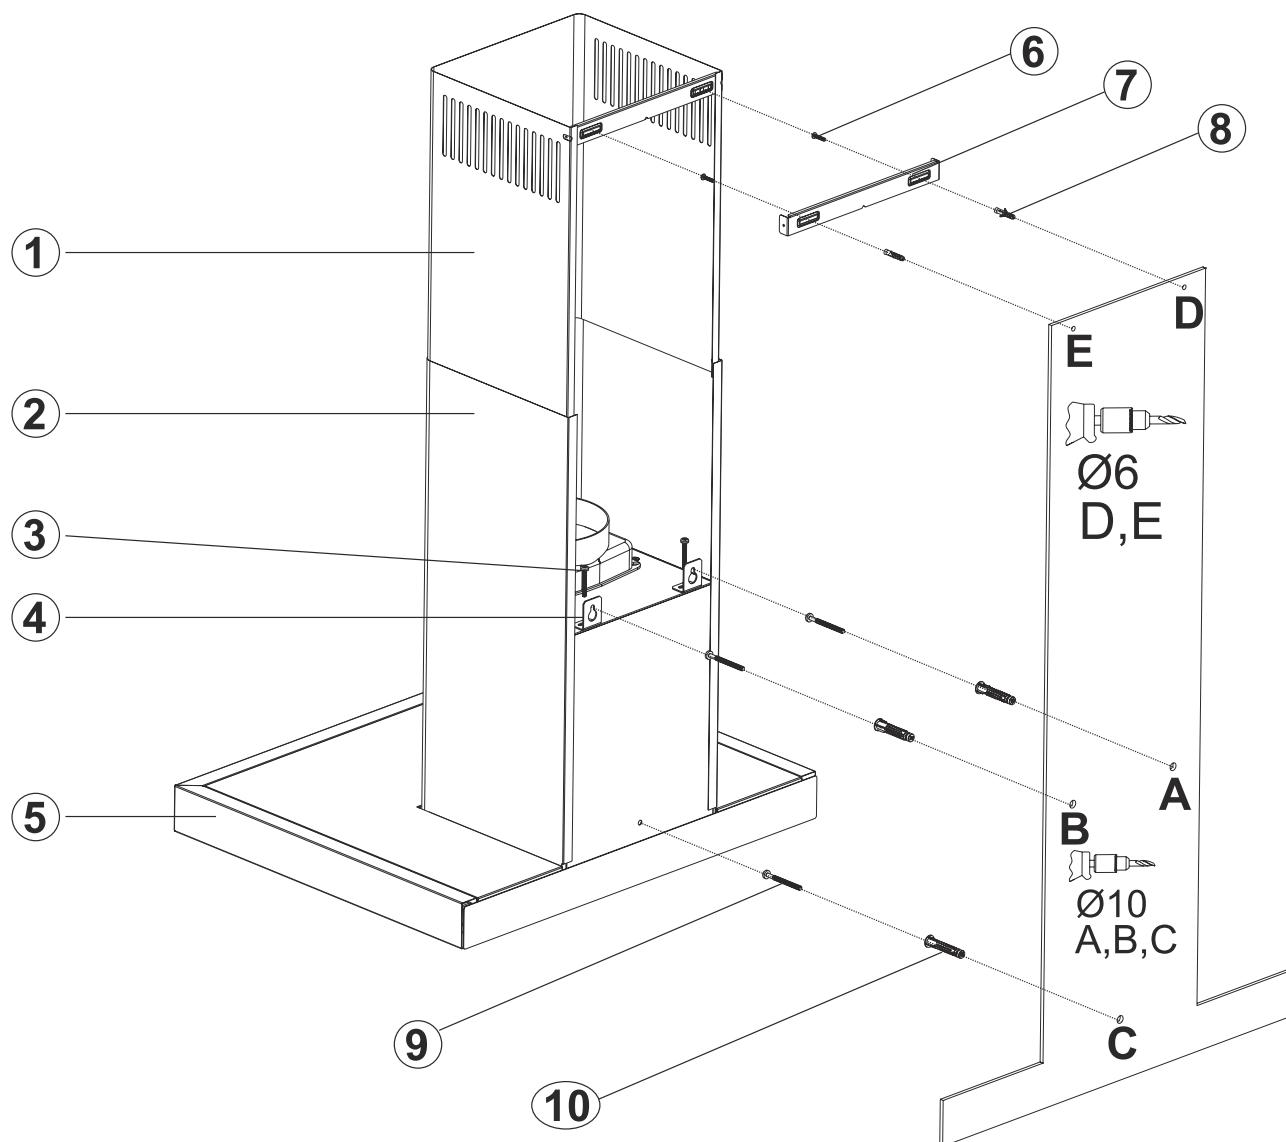

Fig. 12
2. ➔ Fissare la dima di montaggio sulla parete all'altezza specificata (Vedere le distanze progettate minime e massime dal piano di lavoro), quindi eseguire i fori A, B e C con le dimensioni indicate nel modello (Fig. 12).
3. ➤ Inserire i tappi a parete, Ø 10mm nei fori realizzati con trapano A, B, C, D, e avvitare le viti 5.5 x 60 (9) nei punti A + B, in modo tale da lasciare uno spazio di 5mm fra la testa della vite e la parete (Fig. 12)
4. ➤ Fissare le piastre di sospensione del piano cottura sul corpo della cappa con viti M5x35 (3) (Fig. 12).
5. ➤ Sospendere la cappa dalle piastre di sospensione sulla parete nei punti (A, B). Se la cappa non è parallela, posizionarla in parallelo serrando o allentando le viti M5x35 (3).